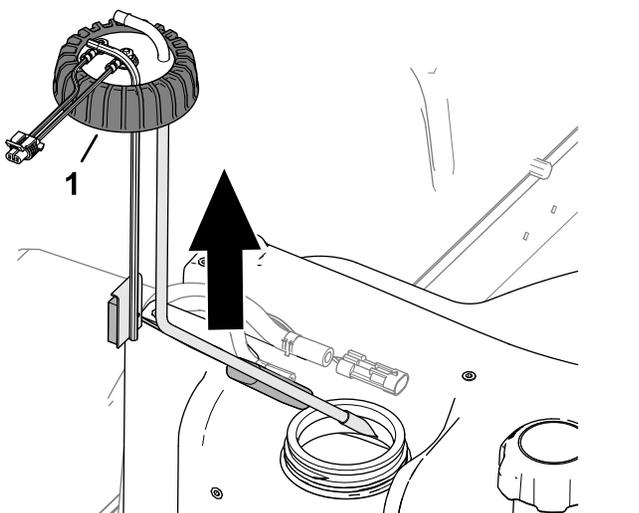

Figura 90
5. Allentate il tappo del trasmettitore di livello carburante (Figura 90).